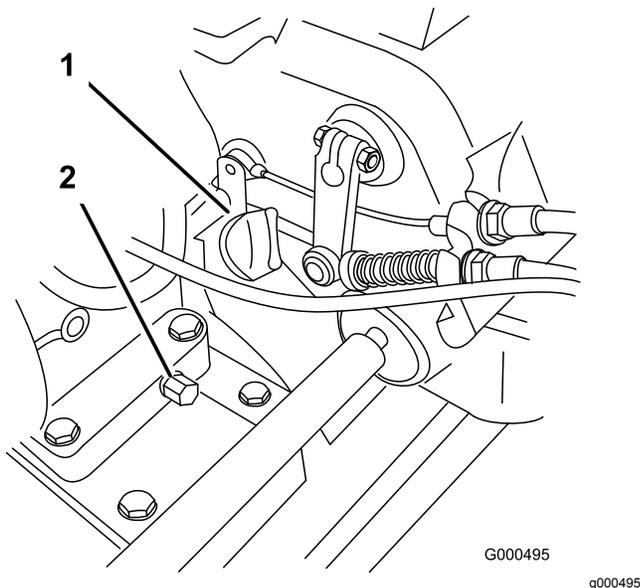

Figura 29
2. Coloque a máquina de maneira a que o motor esteja nivelado e limpe a área à volta do medidor do nível de óleo (Figura 29).
3. Retire a vareta do nível do óleo rodando-a no sentido contrário ao dos ponteiros do relógio (Figura 29).
2. Coloque um recipiente de drenagem na traseira da máquina, debaixo do tampão de escoamento (Figura 29). Solte o tampão de escoamento.